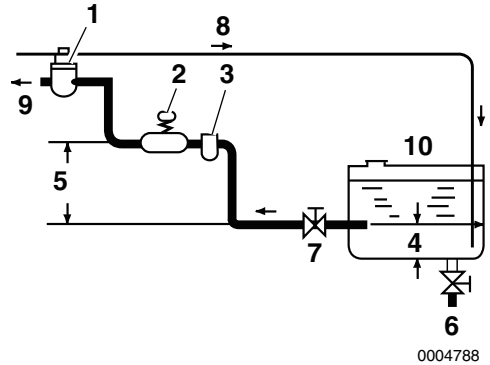

Figura 3
Installare la linea del combustibile dal serbatoio del combustibile alla pompa di iniezione del combustibile, come mostrato in **Figura 3**. Il separatore combustibile / acqua consigliato (**Figura 3, (3)**) (opzionale) viene installato nella sezione centrale della linea.